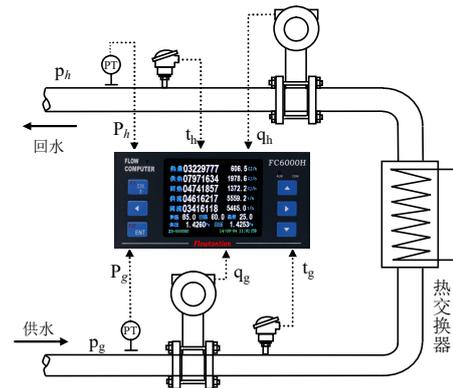

图 1 双流量计热量计量系统
在图 1 所示的系统中，如果流量计输出的信号代表的是体积流量，还必须用式 (2) 和 (3) 计算质量流量。